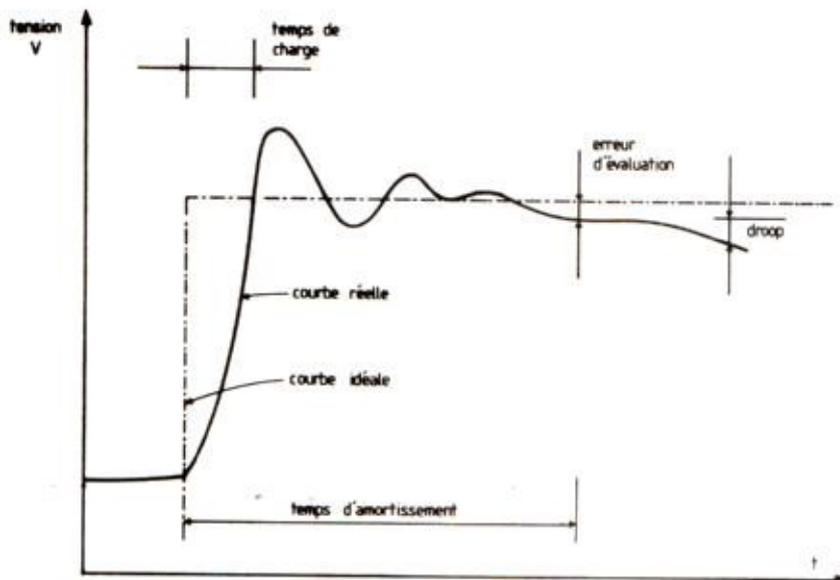

FIGURE 4 - Performances du circuit sample & hold.
teur maintient l'amplitude de l'échantillon (la tension) pratiquement constante puisqu'il ne peut se décharger que sur l'entrée à très haute impédance de l'amplificateur opérationnel. Il faut également que le condensateur choisi ait un très faible courant de fuite (droop) à travers le diélectrique. Le circuit de « sample & hold » est une source importante d'erreurs potentielles ; Joseph J. Carr (1) en relève au moins huit. Le diagramme de la figure 4 compare les performances d'un circuit idéal à celles d'un circuit réel (ne pouvant tout inclure sur un graphique, seuls quelques types d'erreurs sont indiqués).